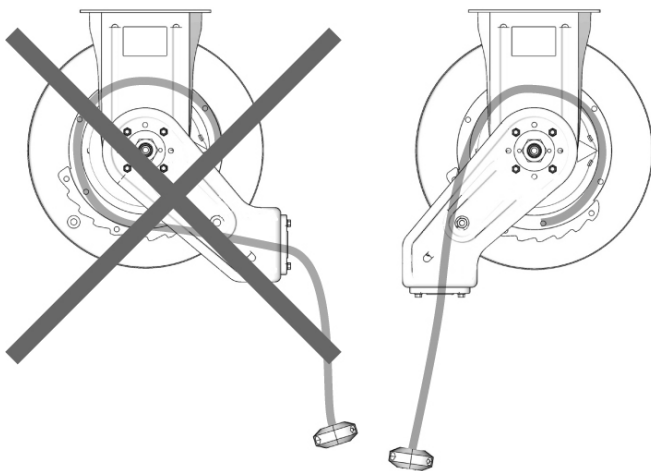

FIG. 2
**NOTA:** Los carretes brindan mejor rendimiento cuando el brazo permite que el cable salga recto del carrete como se muestra en la FIG. 2.